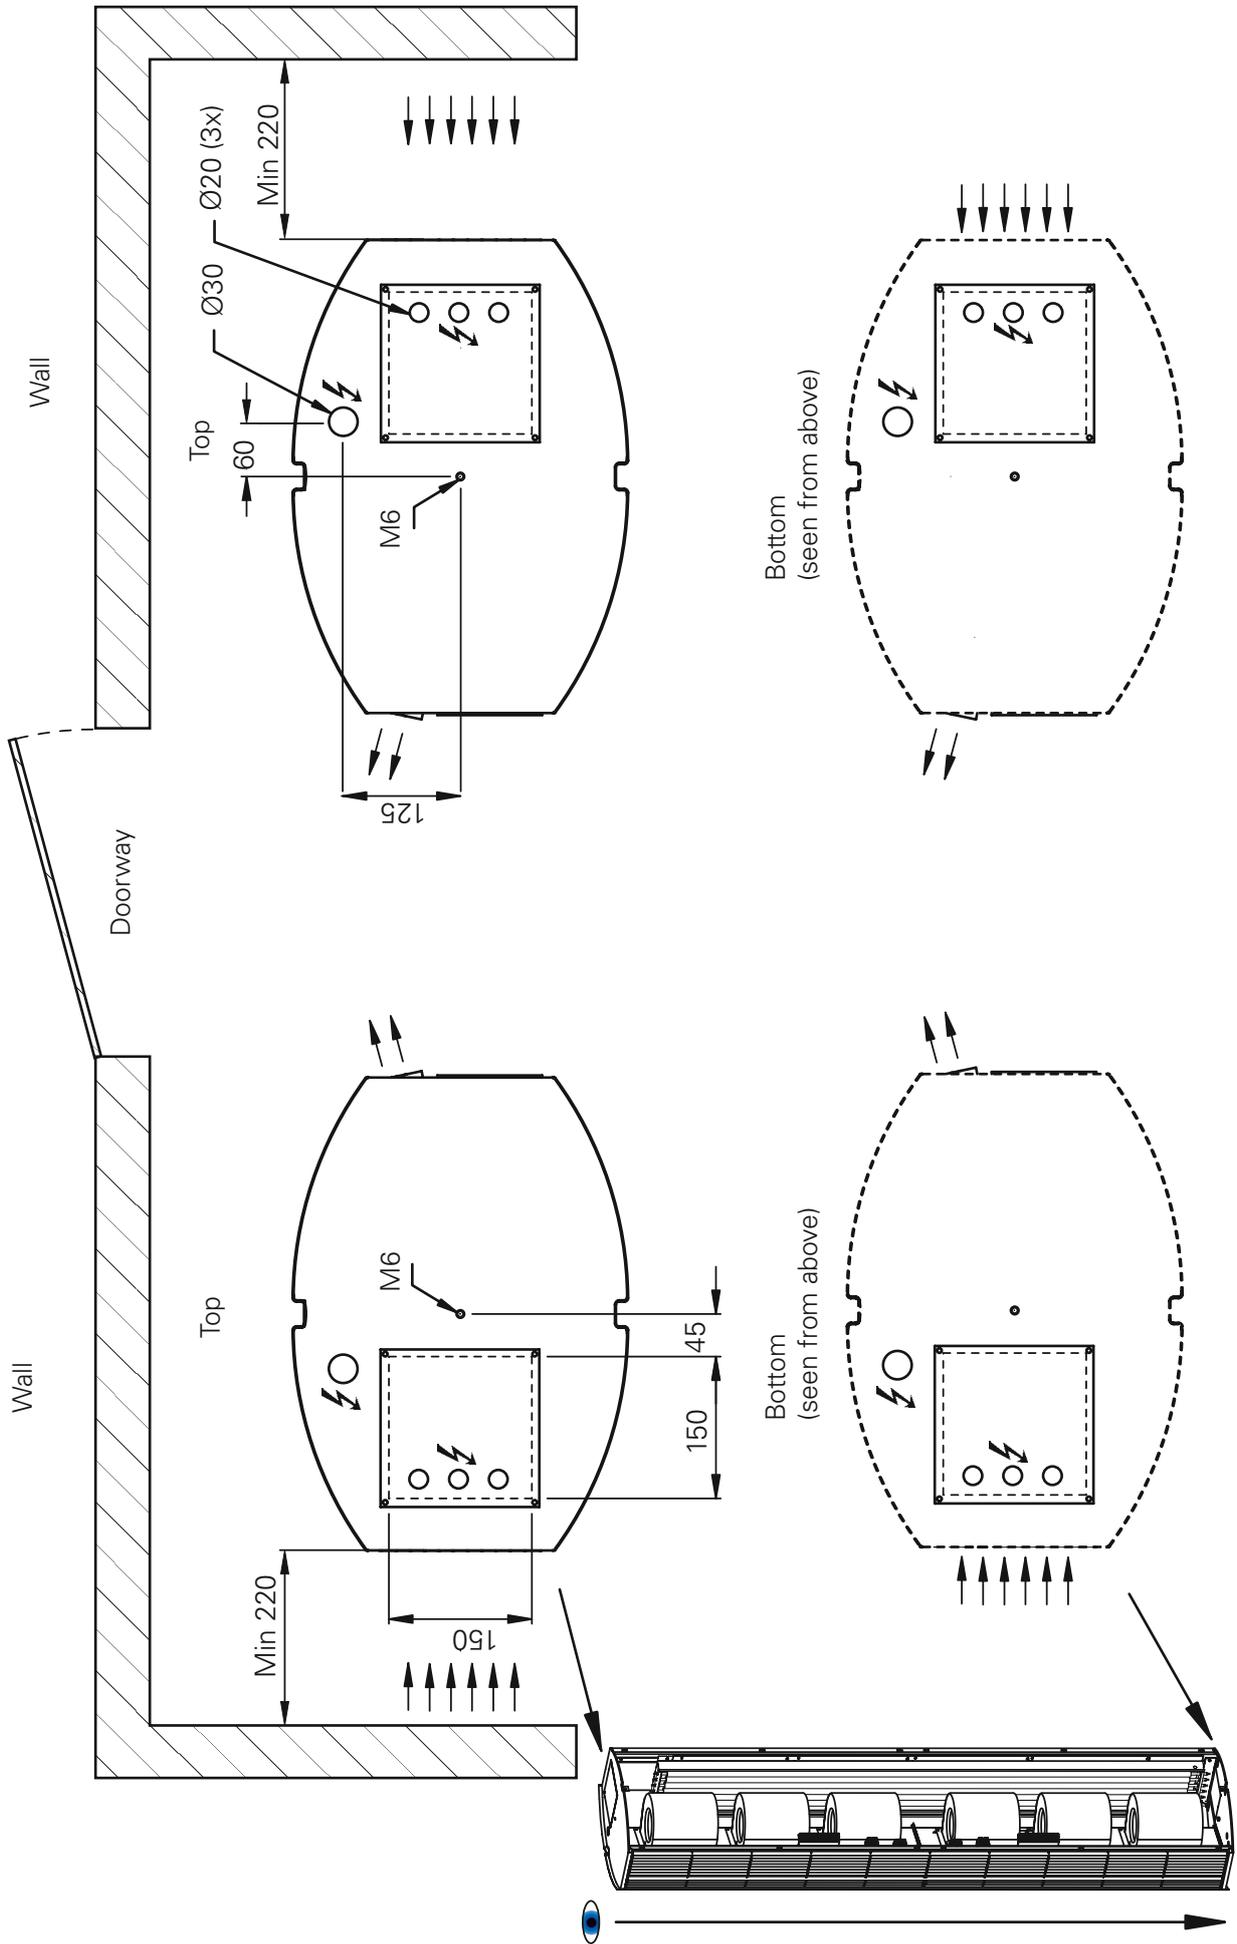

Fig 1
Холодный воздух не проникает внутрь помещения и, соответственно, снижаются тепловые потери. Для максимального эффекта завеса должна перекрывать всю ширину/высоту открытого проема. В процессе настройки решетку выдува рекомендуется развернуть под углом 10-15 градусов в сторону улицы (см. Рис.1).
6. В комплект входит гладкий стержень, который необходим для крепления завесы в нижней части от опрокидывания (см. рис.1). Следите за тем, чтобы при креплении стержень не согнулся.